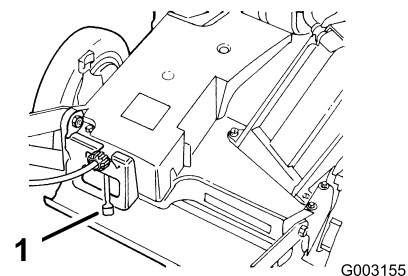

Bild 13
4. Stellen Sie den Fahrgeschwindigkeitshebel auf die Neutralstellung (N) Bild 13.